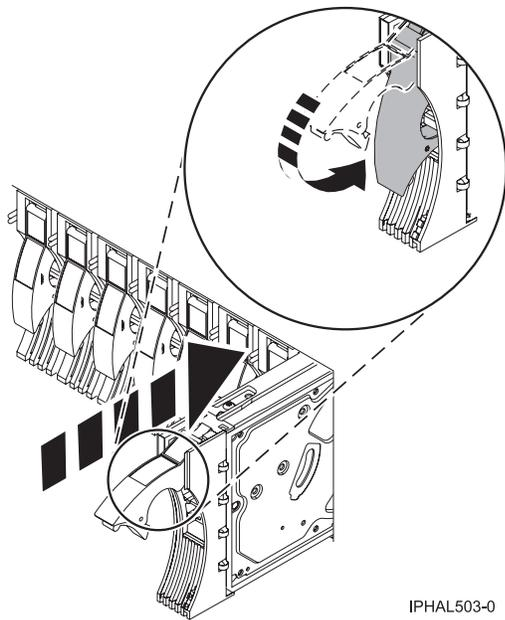

Figura 41. Instalación de una unidad de disco en un modelo o 7311-D20
6. Presione hacia dentro el asa de la unidad de disco hasta que quede bloqueada, como se ve en la Figura 41 en la página 63.